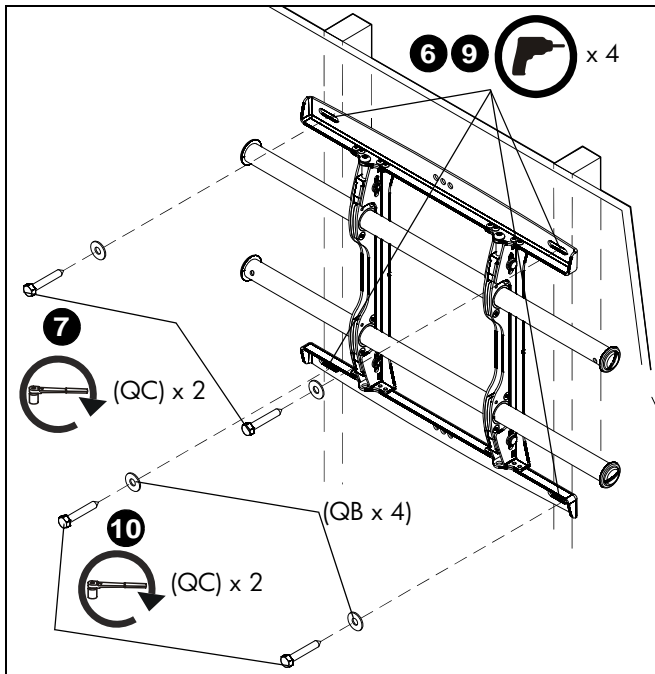

рис. 6
7. Прикрепите к стене верхние стороны обоих кронштейнов болтами 5/16 x 2-1/2" (QC) с плоскими шайбами 5/16" (QB). (См. рис. 6)
8. Отметьте точки размещения нижних монтажных отверстий и убедитесь в том, что эти точки расположены на стойках каркаса. (См. рис. 6)
9. Просверлите направляющие отверстия диаметром 7/32" в местах, отмеченных для нижних монтажных отверстий. (См. рис. 6)
10. С помощью двух болтов 5/16 x 2-1/2" (QC) и двух плоских шайб 5/16" (QB) прикрепите крепление через нижние монтажные отверстия. (См. рис. 6)